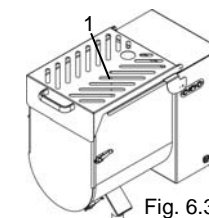

Fig. 6.3.1
- Alzare la griglia superiore "1" Fig. 6.3.1.